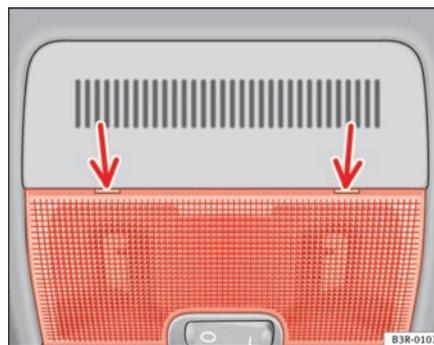

Fig. 83 Détail du ciel de pavillon : point de placement du tournevis
- Introduisez avec précaution la lame plate d'un tournevis (compris dans l'outillage de bord) au niveau de la partie arrière du verre du plafonnier ⇒ page 118, fig. 83.